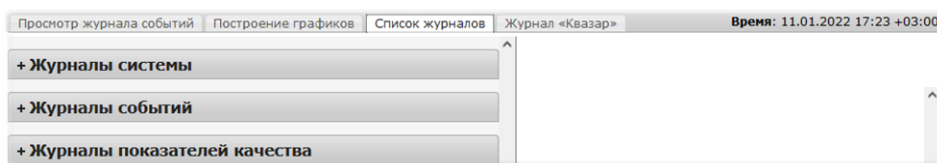

Рисунок 34 – Вид вкладки [Список журналов]
– во вкладке [Журнал] перейти на вкладку [Список журналов] (см. Рисунок 34);